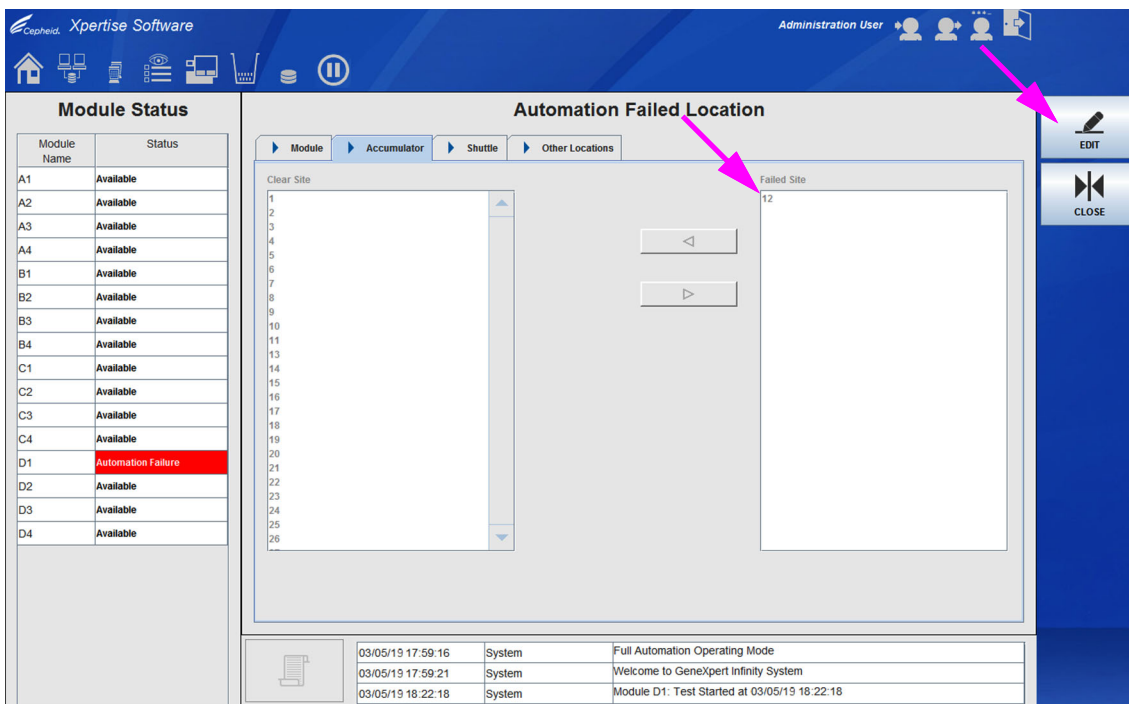

图 9-88. 显示储放架故障位置为 12 的自动化操作故障位置 (Automation Failed Location) 工作区
1. 在自动化操作故障位置 (Automation Failed Location) 工作区中，根据具体故障位置，选择相应的选项卡（**往复架 (Shuttle)**、**储放架 (Accumulator)** 或**其他 (Other)**）（参见图 9-88）。选中的选项卡显示一个**正常位置 (Clear Site)** 面板和一个**故障位置 (Failed Site)** 面板，两个面板之间有左、右方向箭头。在此例中，选择**储放架 (Accumulator)** 选项卡。
2. 在自动化操作故障位置 (Automation Failed Location) 工作区中（请参见图 9-88），选择**编辑 (EDIT)** 按钮以在工作区中作出更改。选择**关闭 (CLOSE)** 按钮以不做任何更改退出工作区。
在图 9-88 所示的示例中，有故障的储放架位置是位置 12。